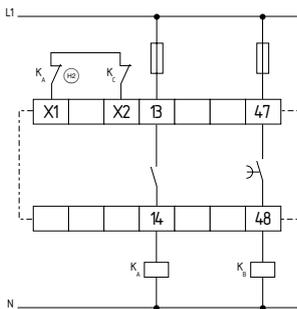

Fig. 20
**Controllo a un canale con circuito di ripristino (vedere Fig. 20)**